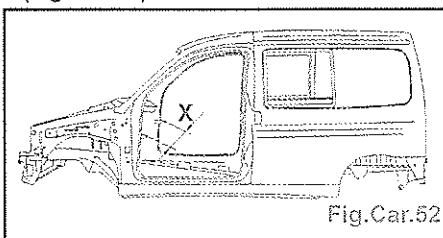

Fig.Car.52
- Contrôler l'écartement ( $X = 1405$  mm) (Fig.Car.52).